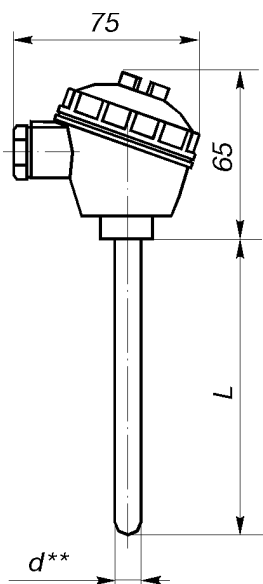

Рис. 13.
(ост.см.рис.13)
** Диаметр защитной арматуры d, мм (для рис. 13, 14, 15)
- 13*, 16** по рис. 13